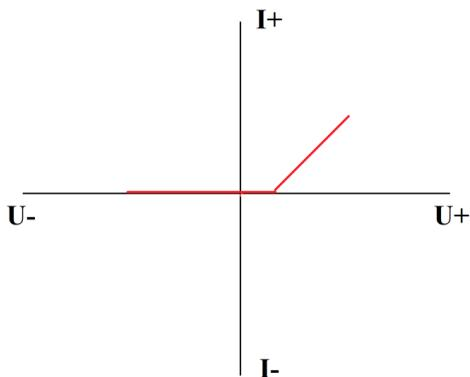

Рисунок 11. Внешний вид графика ВАХ соединения диода и резистора.
- Соединение диода и резистора выглядит следующим образом (Рисунок 11):